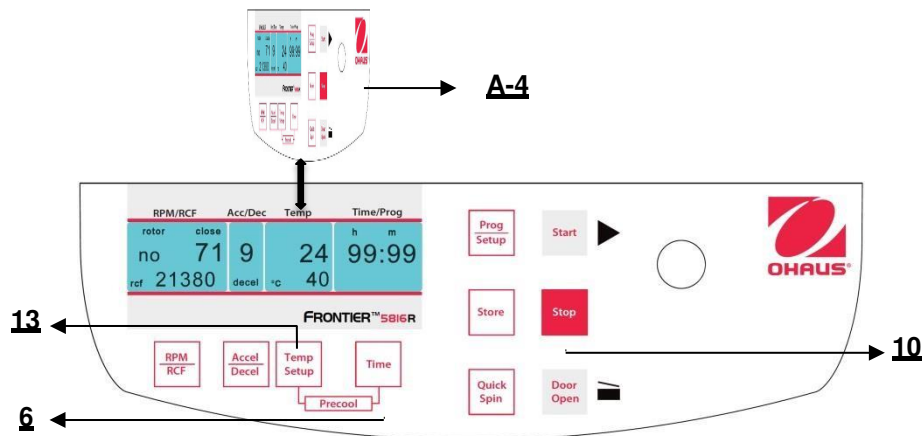
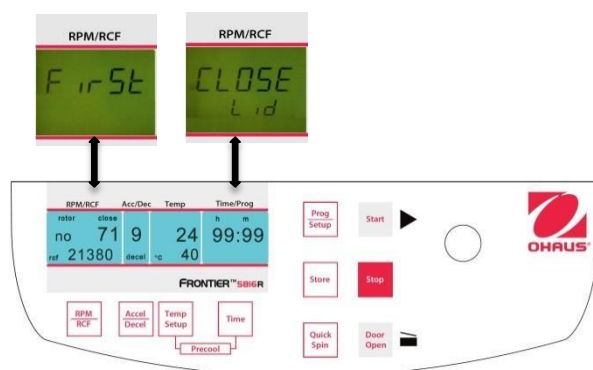

Abbildung. 23
Abbildung 26
Schließen Sie den Deckel der Zentrifuge. Fahren Sie nun fort wie zuvor beschrieben, um alle wichtigen Durchlaufparameter einzustellen. Wenn der Deckel nicht geschlossen ist, wenn Sie das Programm speichern, blinken auf der Anzeige **"RPM/RCF"** (A-1) die Worte **"First"** und **"CLOSE Lid"** (siehe Abbildung 23) abwechselnd. Wenn Sie den Durchlauf starten möchten, ohne das Programm zu speichern, blinken auf der Anzeige **"RPM/RCF"** (A-1) die Worte **"First"** und **"PrESS StoreE"** (siehe Abbildung 26) abwechselnd.
Sie können die Zentrifuge entweder mit der Taste **"Start"** (9) (siehe Abbildung 26) oder der Taste **"Quick Spin"** (8) starten.